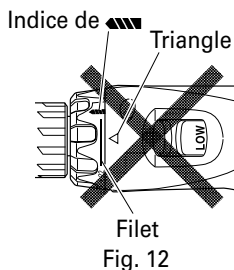

Fig. 12
- (1) En mode visseuse, alignez l'un des chiffres du sélecteur "1, 3, 5 ... 22" ou le point avec le repère triangulaire sur le corps.
- (2) En mode perceuse, alignez le symbole du foret "▲" sur le sélecteur de débrayage avec le repère triangulaire sur le corps.
- N'utilisez pas l'outil avec le sélecteur de débrayage positionné entre le chiffre "22" et la ligne au centre du symbole du foret "▲", vous risqueriez de l'endommager (Voir Fig. 12).